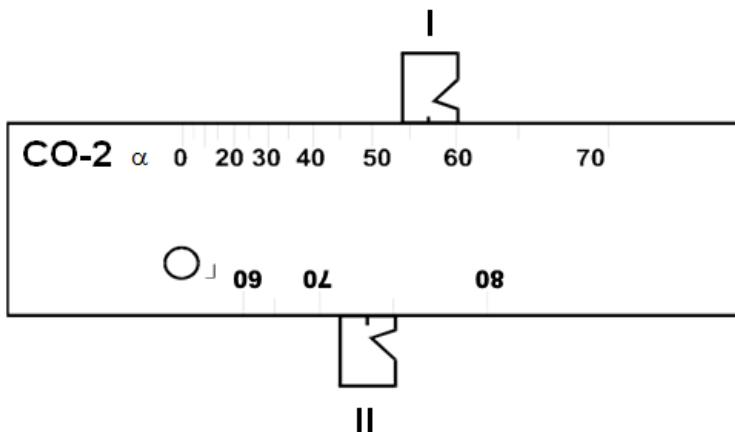

Рисунок 5.6 - Определение угла ввода по СО-2
5.4.2 Поставьте ПЭП на СО-2 таким образом, чтобы метка точки выхода луча совпадала со значением шкалы углов, равным номинальному значению угла ввода ПЭП (рис. 5.6). При этом, в положение I ставится преобразователь с углом ввода $\alpha \leq 65^\circ$, а в положение II - $\alpha > 65^\circ$.
5.4.6 В этом положении ПЭП перенесите точку выхода луча на шкалу углов СО-2 (рис. 5.6). Значение на шкале и будет являться углом ввода α .